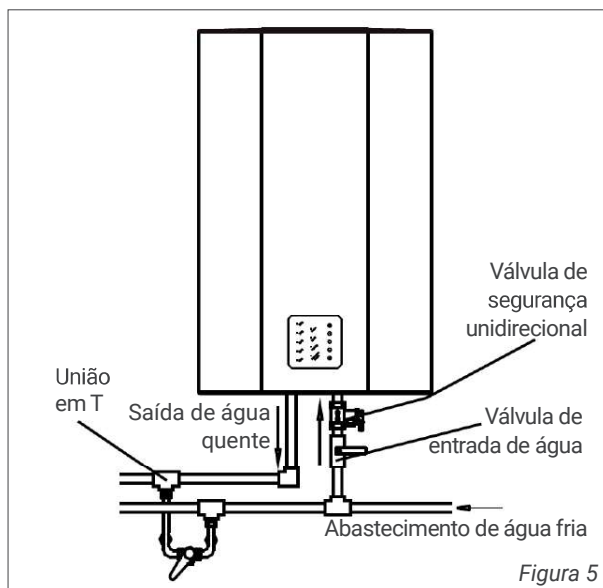

Figura 5
9. Após confirmar que os valores nominais dos medidores de eletricidade, cabos, interruptores, tomadas e fusíveis do sistema de fornecimento de energia atendem aos requisitos de consumo de energia deste produto, conecte um plugue em uma posição adequada para fornecer energia ao termoacumulador (conforme mostrado na figura 5). A altura de instalação da tomada em relação ao chão não deve ser inferior a 1,8 m.